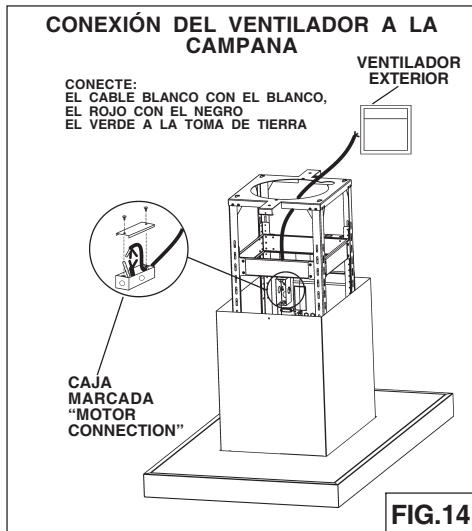

FIG.14
1. Pase un cable doble y una toma de tierra del ventilador exterior o "In-Line" hacia la caja de cables de la campana señalada "motor connection" (Fig.14)